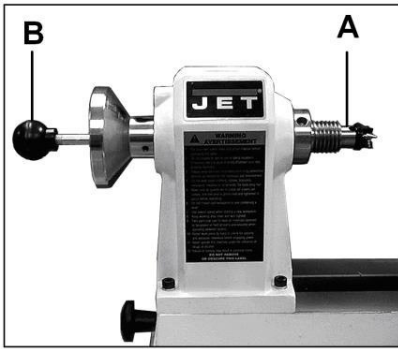

Рис. 9
**Четырехзубцовый поводковый патрон (А, Рис. 9) закрепляется в конусе шпинделя и снимается со станка при помощи выколотки (В, Рис. 9).**